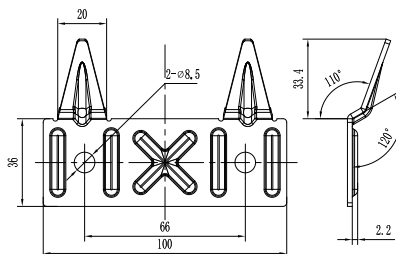

Fig. 3
2. Pasi të zgjidhni vendin e montimit, bëni dy vrima në mur me thellësinë e duhur dhe futni vidat, ktheni grepin lart, shtrëngoni bullonat mirë dhe më pas instaloni ngrohësin e ujit mbi të (shih fig.3).